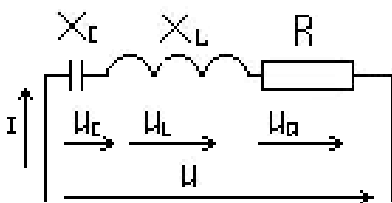

Рис.2.1
7.1. Векторная диаграмма токов и напряжений. Если в неразветвлённой цепи с сопротивлением  $R$ , индуктивностью  $L$  и ёмкостью  $C$  (рис. 2.1) протекает синусоидальный ток  $i = I_m \sin \omega t$ , то мгновенное значение приложенного к цепи напряжения  $u = u_a + u_L + u_C$ . Напряжение на активном сопротивлении  $U_a$  совпадает по фазе с током в цепи  $I$ , напряжение на индуктивности  $U_L$  опережает ток на  $90^\circ$ , а напряжение на ёмкости  $U_C$  отстает от тока на  $90^\circ$ .